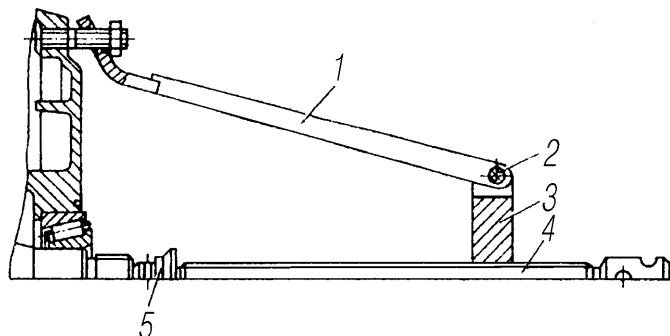

Рис. 27. Снятие ступицы передней оси съемником:
-снять ступицу съемником, для этого надеть лапы 1 (рис. 27) на шпильки ступицы и закрепить гайками колеса. Упирая наконечник 5 в поворотный кулак, необходимо вворачивать винт 4 в траверсу 3 до полного снятия ступицы.